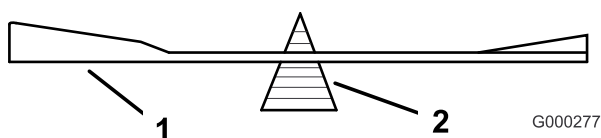

Figura 93
2. Verifique el equilibrio de la cuchilla colocándola sobre un equilibrador de cuchillas (Figura 93).
3. Si la cuchilla no está equilibrada, rebaje algo del metal en la parte de la vela solamente con una lima (Figura 93).